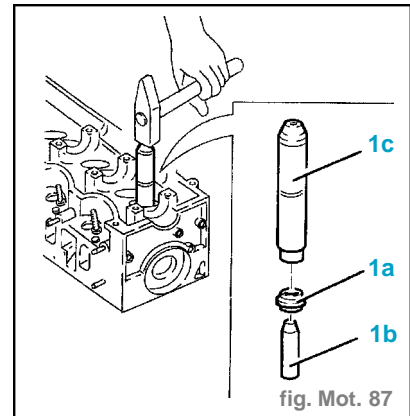

fig. Mot. 87
- Monter les pare-huile des guides de soupapes (1a) en utilisant les outils (1b) **1.860.814.001** et (1c) **1.821.178.000**. (fig. Mot. 87)